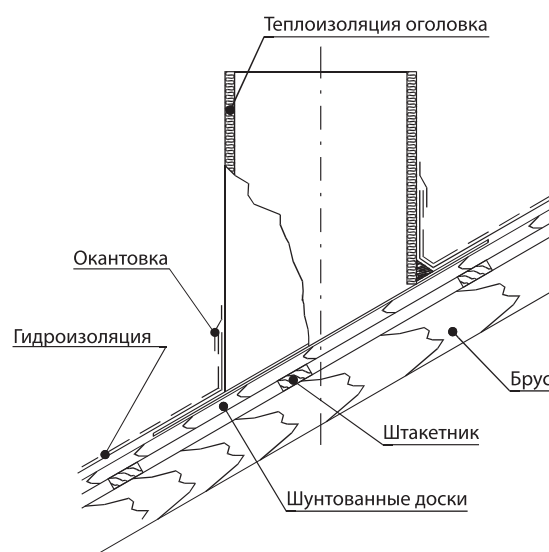

Рис. 1
- Короб подготовлен для окончательной изоляции непосредственно на кровле (рис. 1).